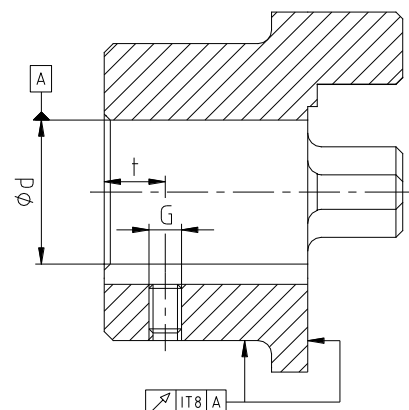

Рис. 9: Точность радиального и торцевого биения
- При изготовлении посадочного отверстия заказчиком необходимо выдержать точность по радиальному и торцевому биению (см. рис. 9).